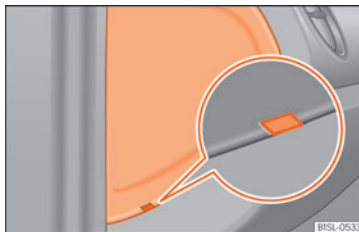

Fig. 44 I førersiden: afdækning til sikringsboks i instrumentpanelet
- Før en flad genstand, fx en skruetrækker, ind i rillen »» **Fig. 44**, og vip forsigtigt afdækningen ud.